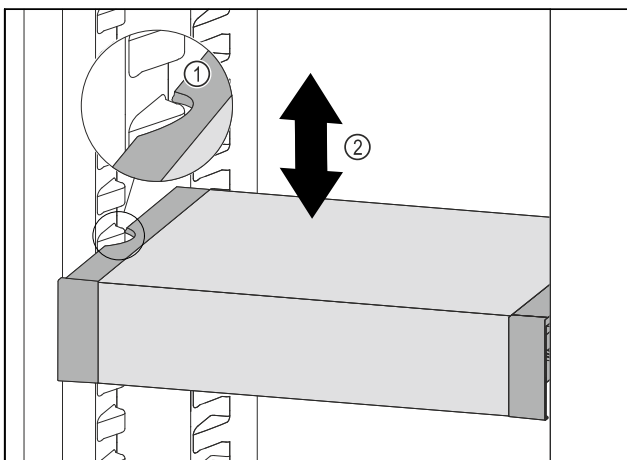

Fig. 127
- ▶ Tirer le VarioSafe vers l'avant jusqu'à ce que les encoches latérales du VarioSafe soient à la hauteur de la nervure du bac dans la partie réfrigérateur. Fig. 127 (1)
- ▶ Déplacer le VarioSafe vers le haut ou vers le bas dans la partie réfrigérateur jusqu'à ce que la hauteur souhaitée soit atteinte. Fig. 127 (2)